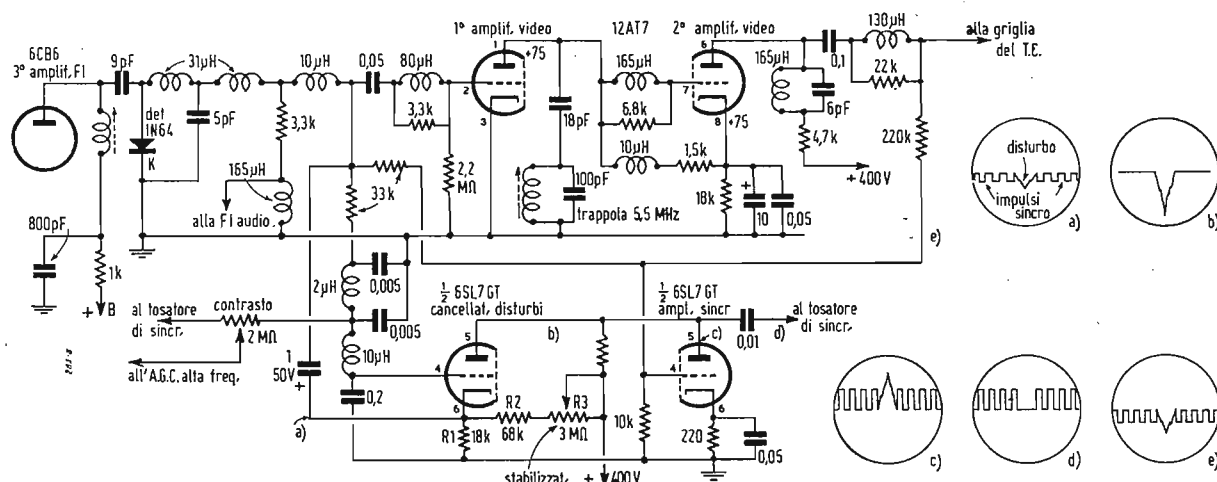

Fig. 5. - Circuito di sincronizzazione con cancellatore di disturbi dei ricevitori TV 21T4 e 21T5 della G.E.
**CIRCUITI DI SINCRONIZZAZIONE CON «CANCELLATORE DI DISTURBI» DELLA G.E. (v. fig. 5)**
In fig. 5 è indicato il circuito dell'eliminatore di disturbi che la G.E. adotta sui suoi modelli 21T4 e 21T5. Il circuito si basa sul principio di impedire ai di-
Gli impulsi sincronizzanti di polarità negativa e i segnali di disturbo vengono prelevati dal punto segnato (e) nel circuito di fig. 5, ossia dalla griglia del tubo catodico, e portato alla griglia dell'amplificatore di sincronismo ( $1/2 \text{ 6SL7-GT}$ ), dalla cui placca si raccoglie il segnale totale sincro-disturbo amplificato e di polarità positiva. Contemporaneamente la combinazione sincro-disturbo negativa viene presa